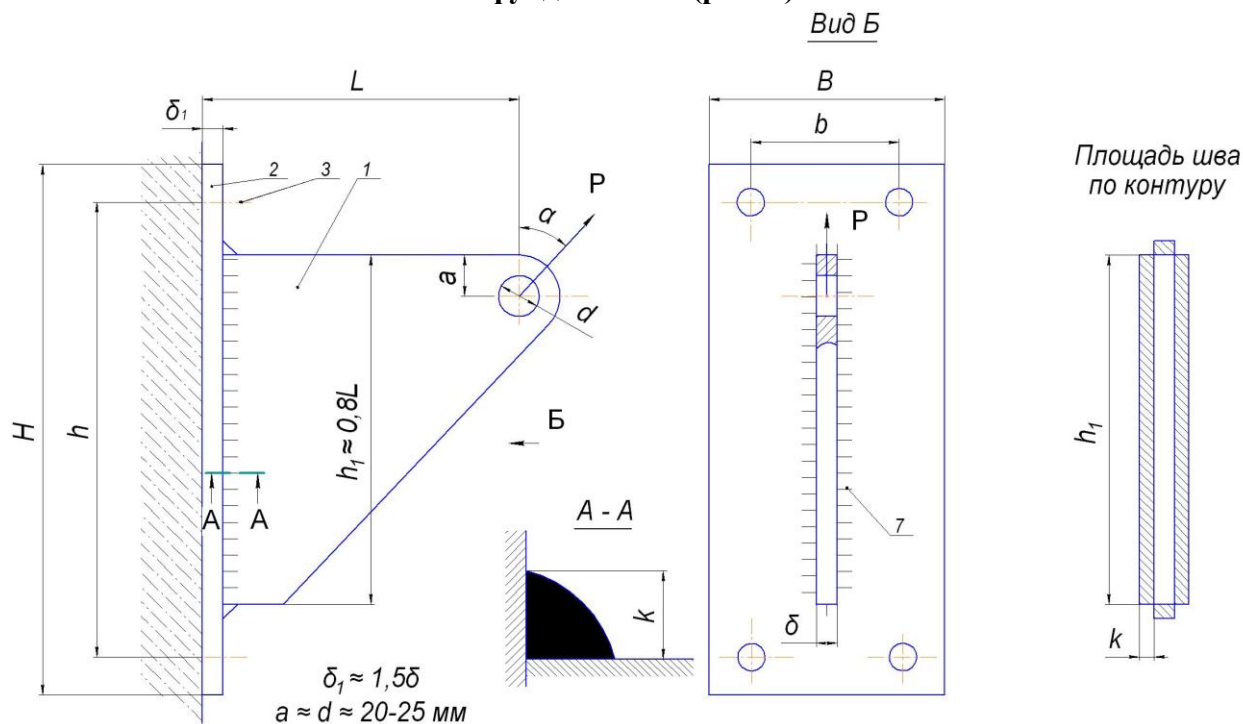

Рисунок 3. Кронштейн: 1 – стенка кронштейна; 2 – опорная плита; 3 – болты, соединяющие кронштейн с колонной.
Расчет сварного соединения кронштейна и болтовых соединений его опорной плитой с фундаментом (рис. 3).
2. Определить размеры B и L опорной плиты кронштейна исходя из допустимого удельного давления на фундамент (рис. 3).
5. Назначить размеры **a** и **k** (см. рис.3) сварных швов.